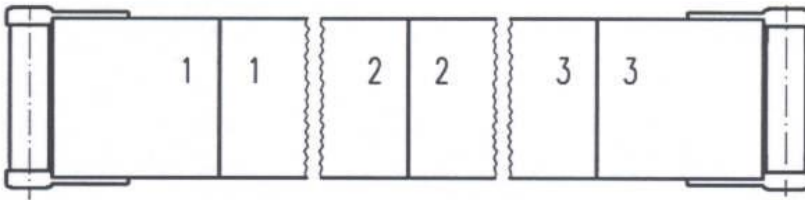

Fig. 5 : Assemblage des différents éléments
- Assemblez les points de jonction portant le même numéro (Fig. 5).